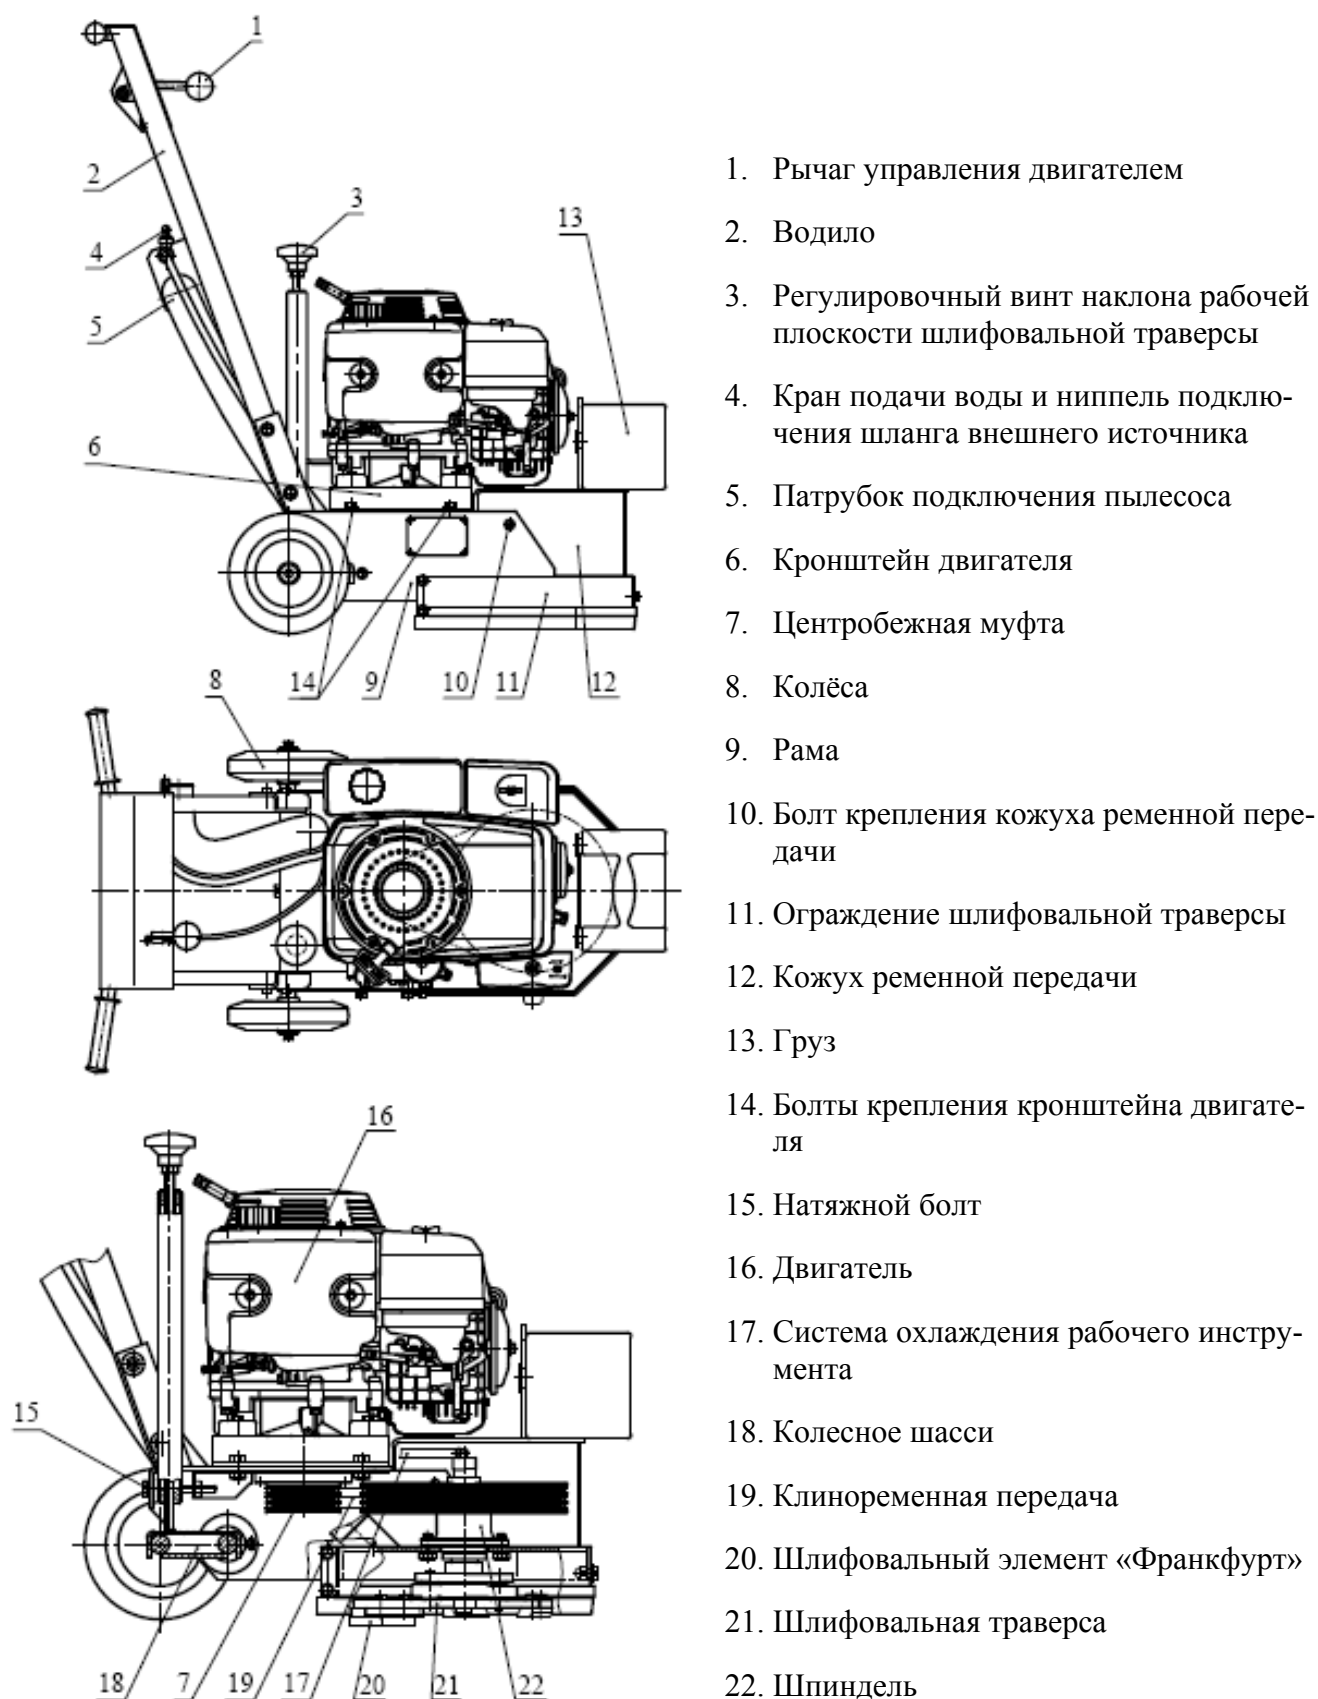

Рис. 1
Основой мозаично-шлифовальной машины (рис.1) является рама на колесном шасси.
- Установите винтом 3 (рис.1) машину в положение, при котором рабочая плоскость планшайбы совпадает с обрабатываемой поверхностью. Признаком этого будет являться отсутствие увода машины в сторону.
Проверка производится в соответствии с рис. 1:
Замена производится в соответствии с рис. 1:
Натяжение ремней производится в соответствии с рис. 1.